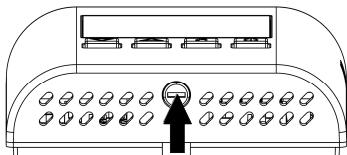

Fig. 4
- Empujar, con la ayuda de un destornillador, la lengüeta plástica situada en la rejilla ubicada en el lado izquierdo, hasta levantar levemente la tapa (Fig. 4).